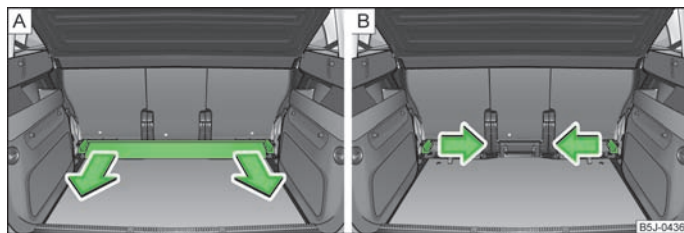

Fig. 50 Maletero: Retirar la guía portante transversal/las cuñas de retención
- Agarrar la guía portante transversal » fig. 50 - [A] y sacarla tirando de ella en el sentido de la flecha.
- Agarrar la cuña de retención » fig. 50 - [B] y sacarla tirando de ella en el sentido de la flecha. Para desmontar la cuña de retención del otro lado del maletero, proceder del mismo modo.